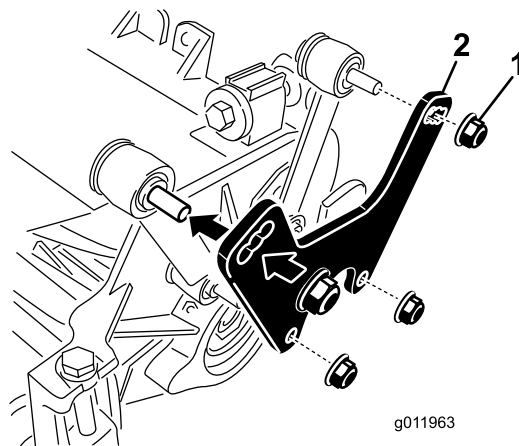

图9
1. 拆下把提升杆固定到滚刀组侧板和承载架上的螺母和垫圈 图9。